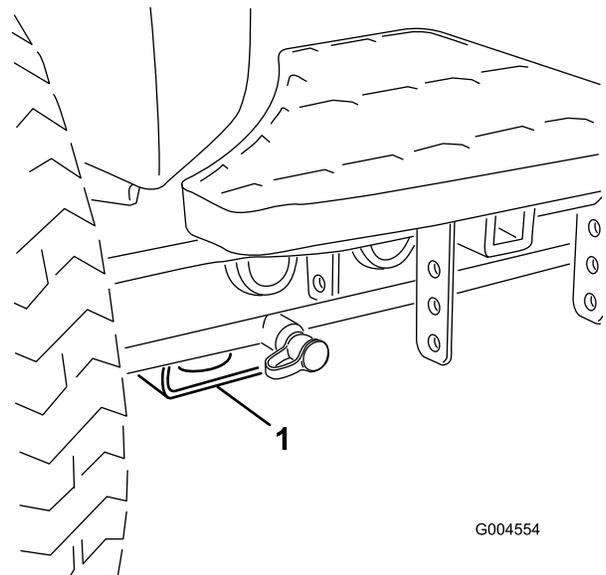

Figura 46
- Dianteira – pastilha rectangular, por baixo do tubo do eixo, dentro de cada pneu dianteiro (Figura 46).